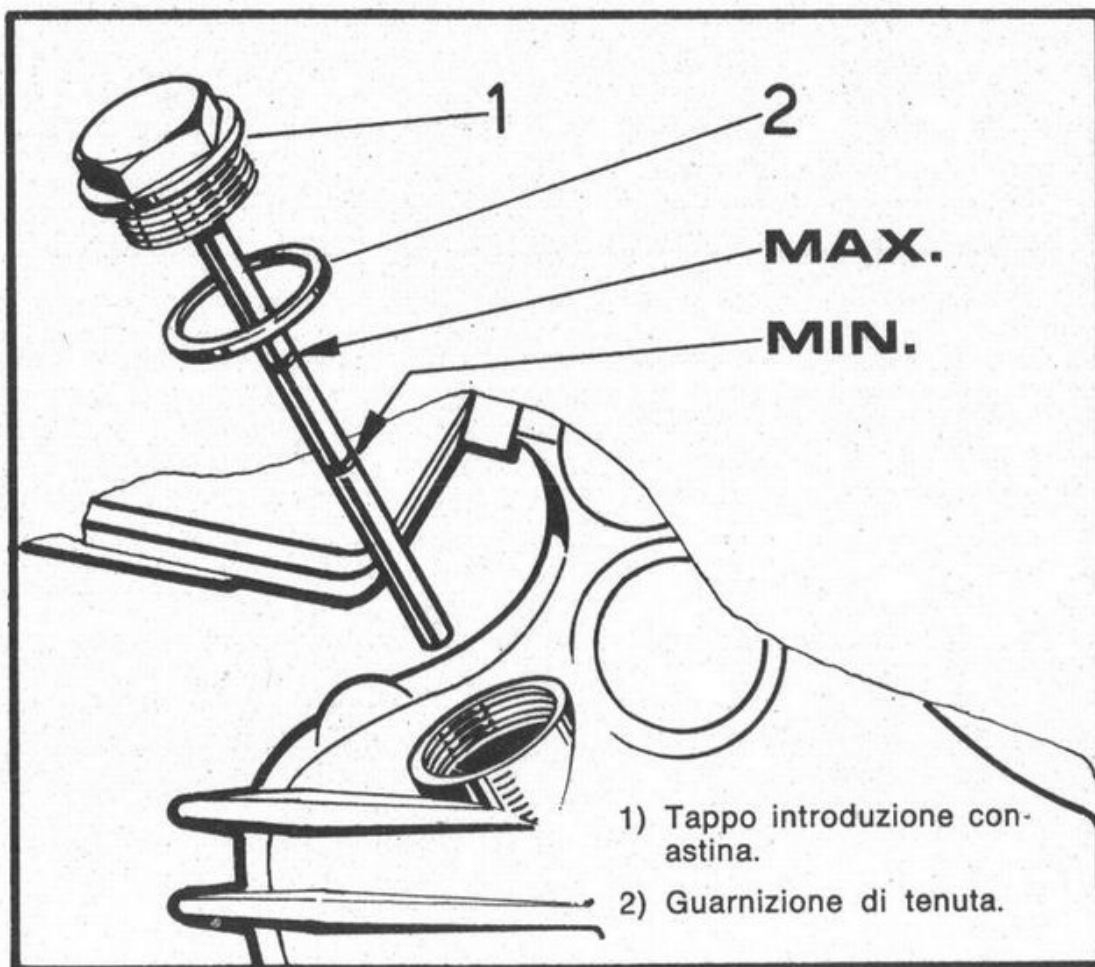

Fig. 6
- 3) Estrarre l'astina e controllare il livello dell'olio che deve essere contenuto entro le due tacche: « Min-Max » (vedi Fig. 6).